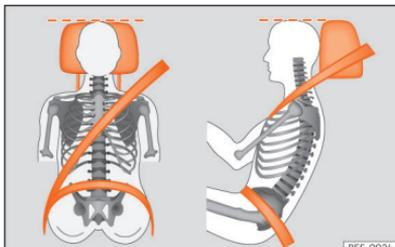

Fig. 17 Faixa do cinto de segurança e encosto de cabeça corretamente regulados.
o mais próximo possível da altura dos olhos »» **Página 134**. Mantenha a nuca o mais próximo possível do encosto de cabeça »» **Fig. 17**.
- Ajuste longitudinalmente o banco, de modo a poder carregar a fundo nos pedais com os joelhos ligeiramente fletidos e a ficar uma distância entre a zona dos joelhos e o painel de instrumentos de pelo menos 10 cm (4 polegadas) »» **Fig. 17**.